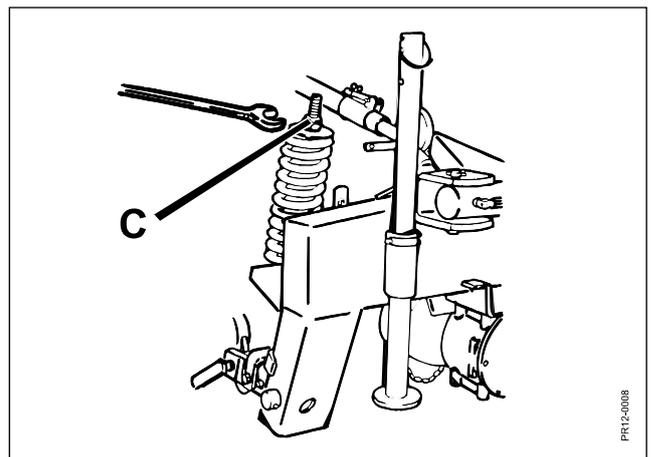

Fig. 2-16
- Fig. 2-16 11) Régler le ressort de suspension à la valeur demandée par la tige filetée **C**.